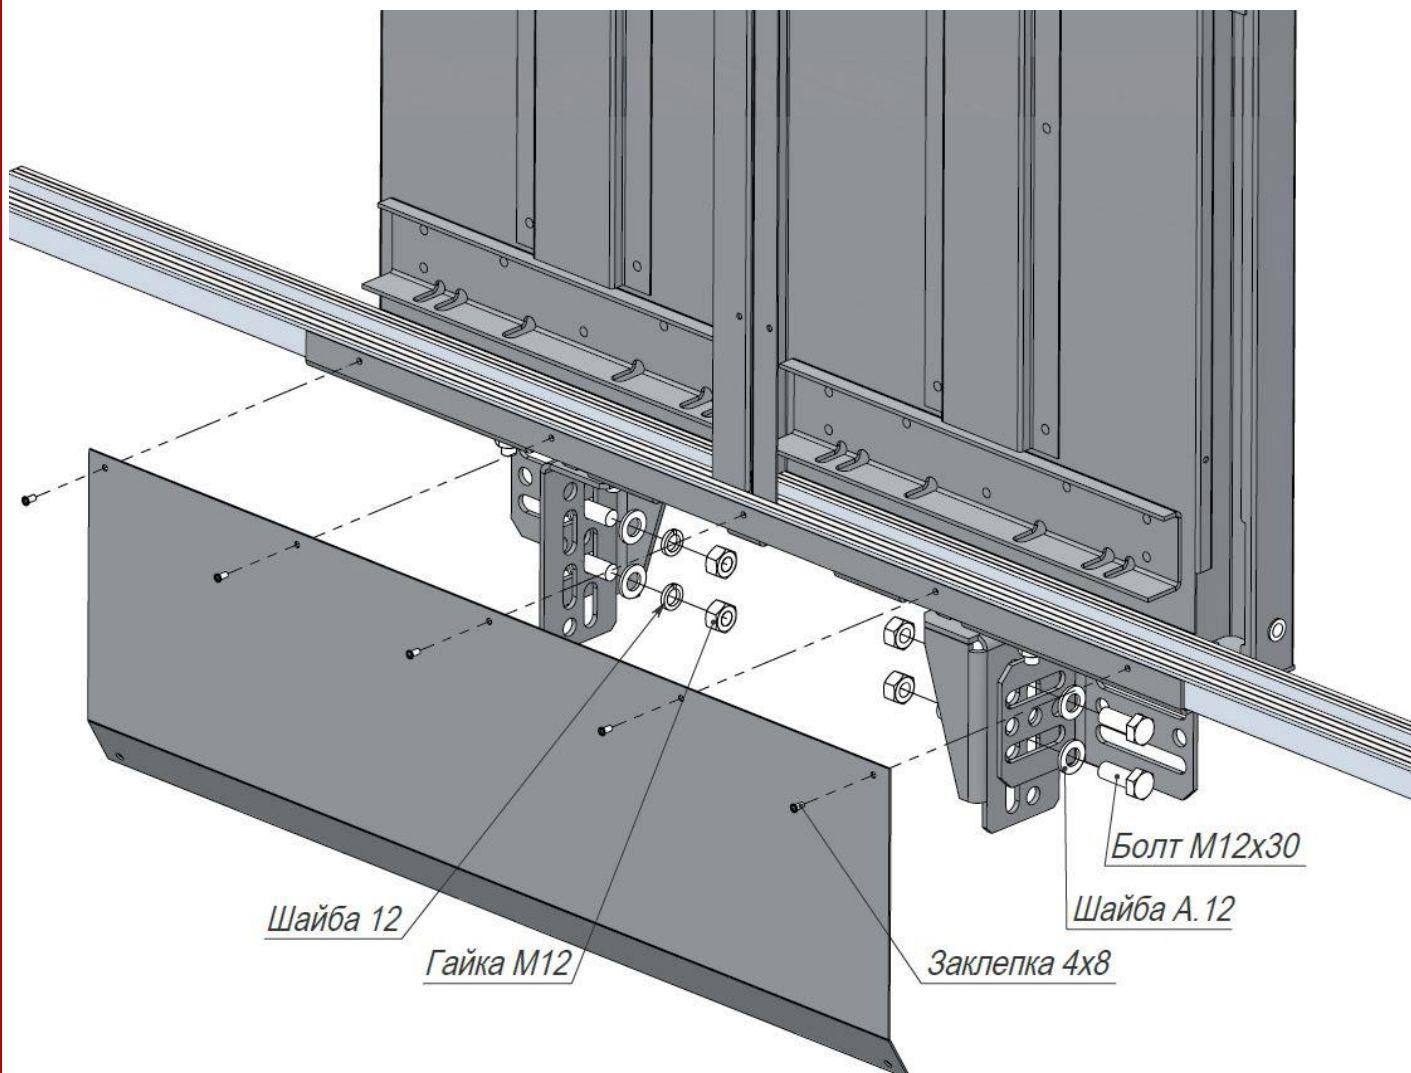

Рис.11.в
6.1.7 После сборки портала его необходимо вывесить над местом установки, не допуская раскачивания. Соединить верхние кронштейны с кронштейнами балки и зафиксировать болтами M12x30 (рис.11.г вид Н).
6.1.8 Далее соединить нижние кронштейны с уголками портала и зафиксировать болтами M12x30(рис.11.г вид I).
6.1.9 Анкерами M12x120 закрепить боковые кронштейны к стене шахты (рис.11.г вид J).